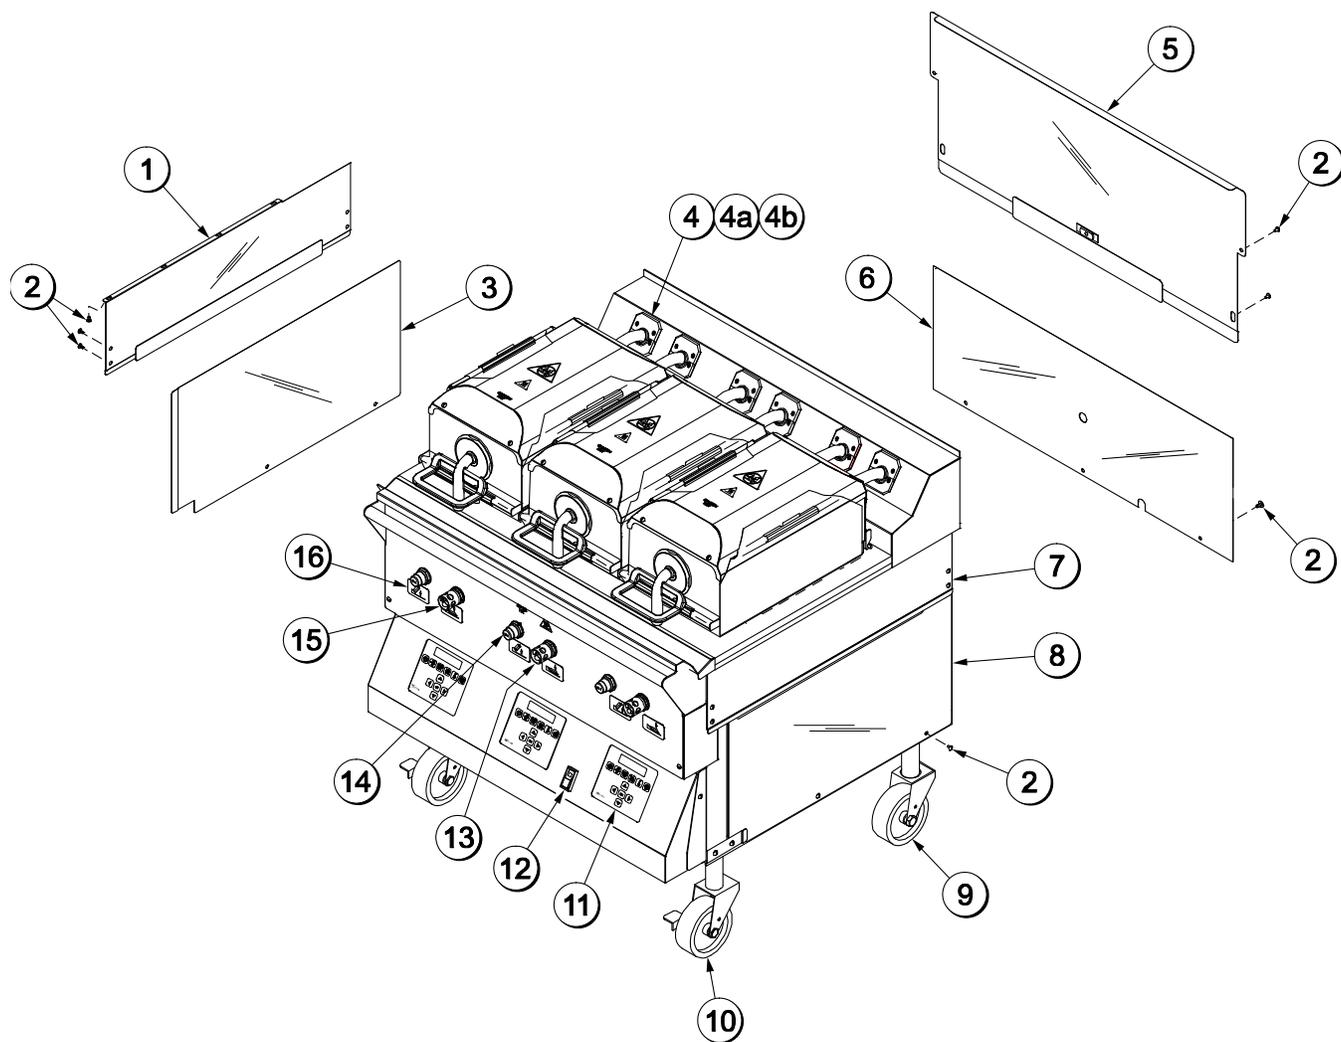

Figura 2
**Vista explodida do modelo C844 (Veja a Figura 2.)**